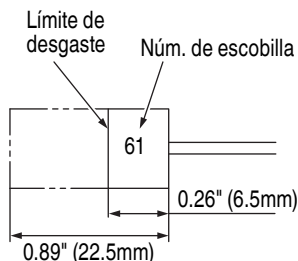

Fig. 6
- Inspección de la escobillas (Fig. 6)
Utilice las escobillas metabo HPT Núm. 61 indicadas en la Fig. 6.